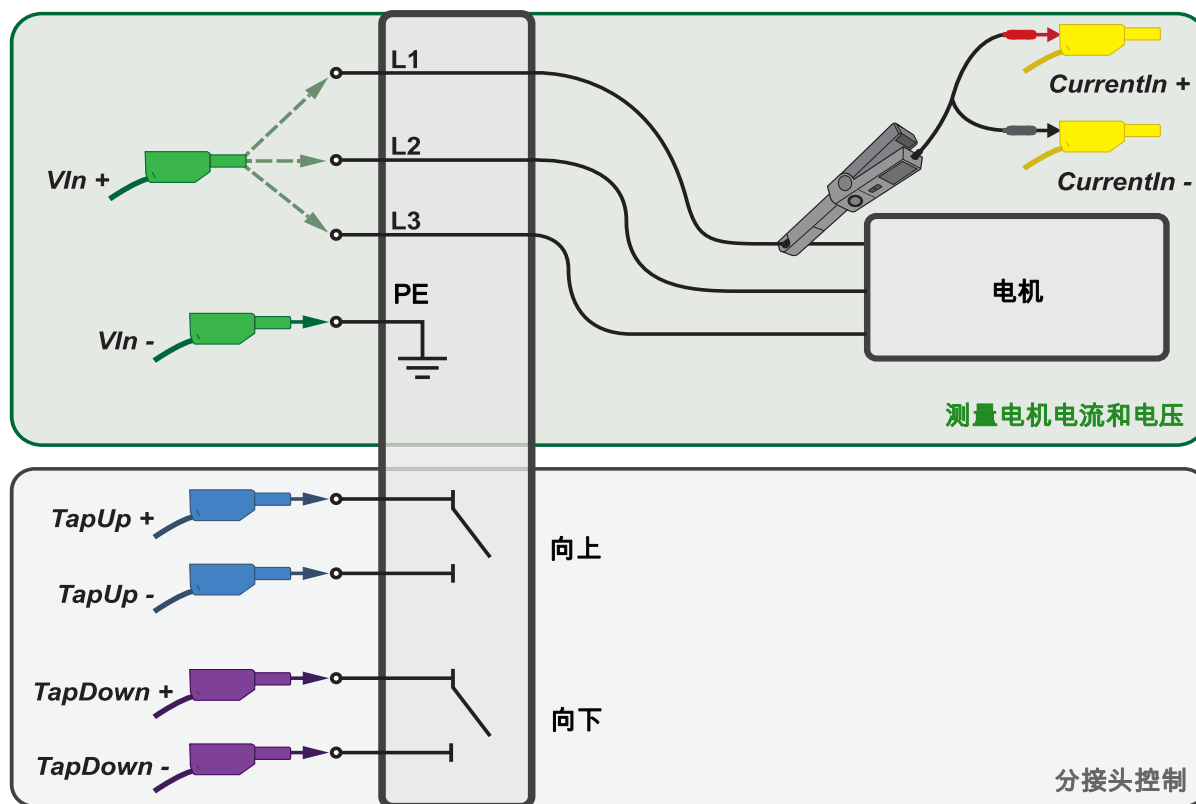

图 5-2：连接模式分接开关线缆至分接开关
- III. 将分接开关与变压器控制柜内合适的端子连接（参见下图 5-2）。